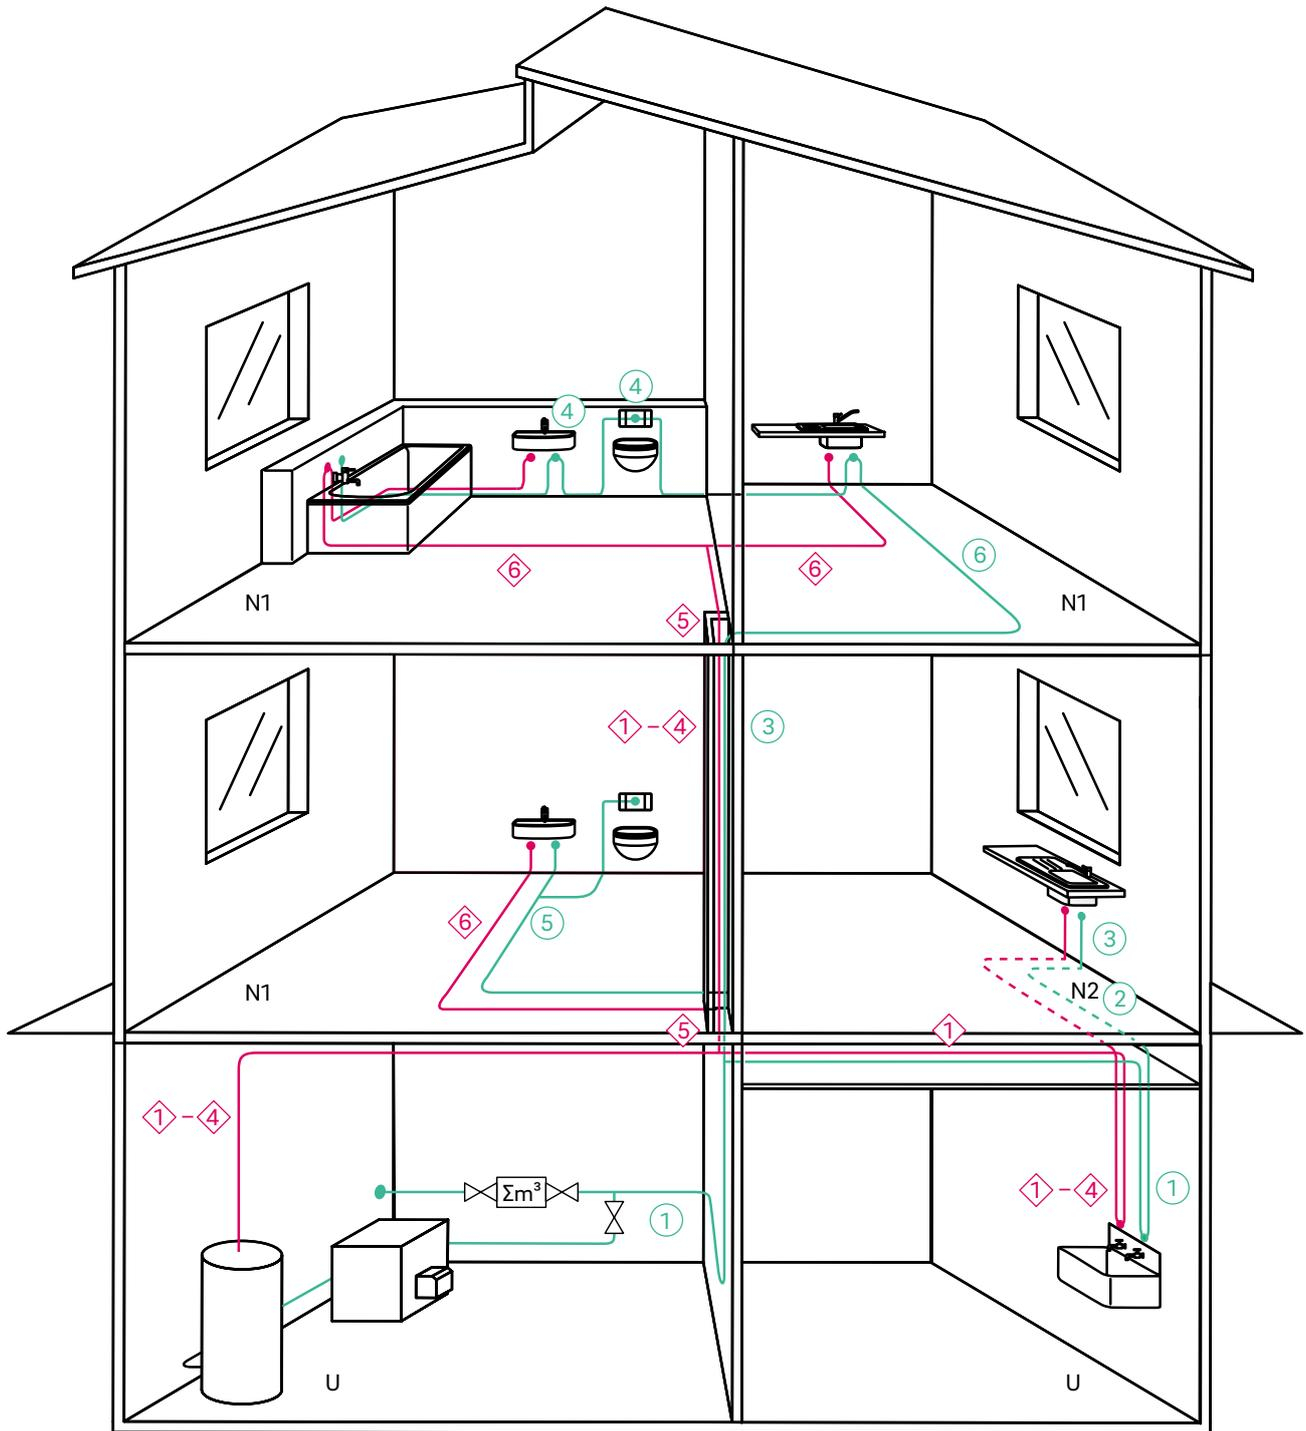

Abb. 21-3 Einbausituationen von Rohrleitungsdämmungen
| ⑦ | Warmwasserleitungen, die an Außenluft grenzen ⁴⁾ (in Abb. 21-3 nicht dargestellt) | 200 % der Anforderungen aus Nr. 1 – 4 | | bauseits |